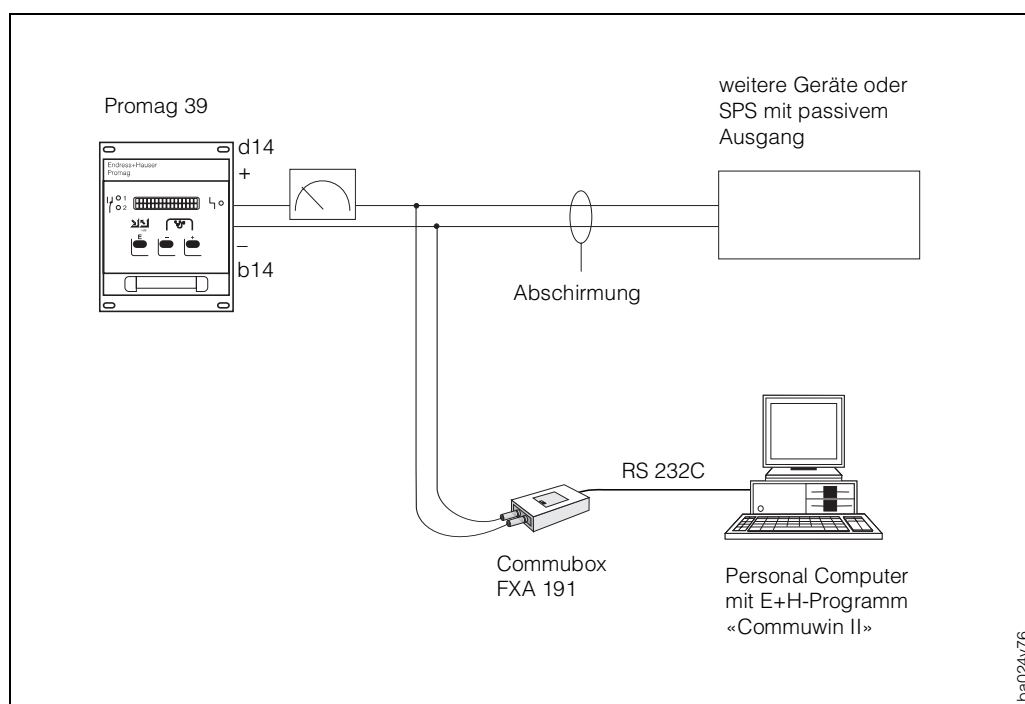

Fig. 45
- Anschluß über die 4...20-mA-Analogsignalleitung des Stromausgangs (Klemmen b14/d14); s. Abb. 45